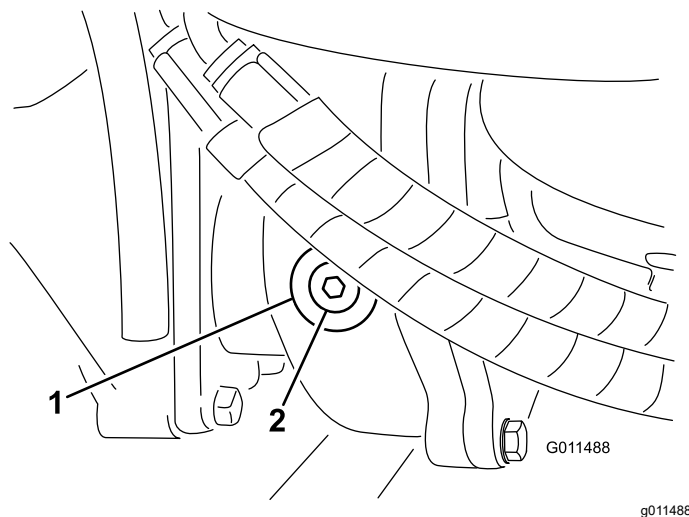

図 71
2. ギアボックスの左側から点検・補給用プラグ 図 71 を抜き、穴の高さまで潤滑油があることを確認する。油量が足りなければ穴の下部まで補給する。